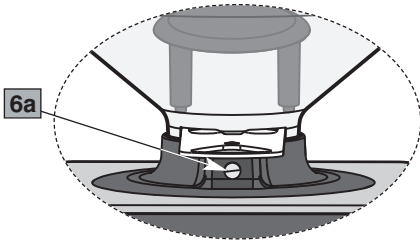
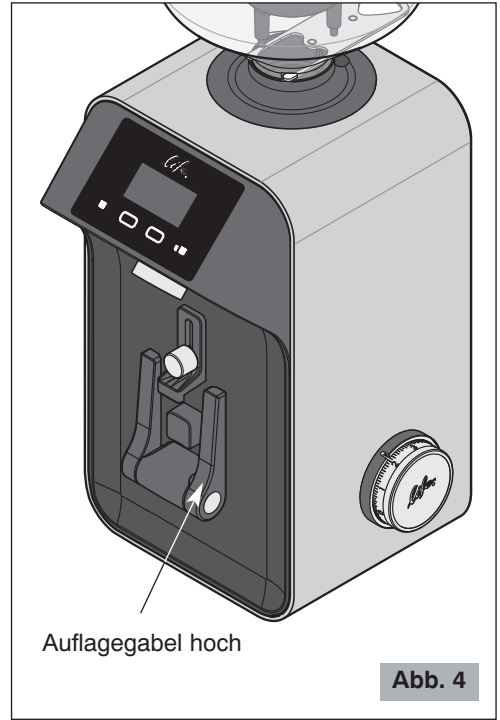
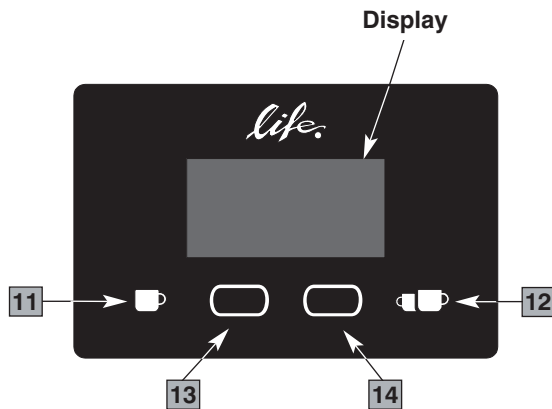

Abb. 3
Abb. 4
Abb. 5
Presser le bouton  (14 Fig. 5) dans l'écran principal pour accéder à l'écran des compteurs (si rien n'est pressé, au bout de trois secondes on revient à l'écran principal).
En continuant d'appuyer sur le bouton  (14 Fig. 5), l'écran affichera successivement les écrans suivants :
**Ne jamais** opérer sans la cloche fixée par la vis appropriée (6a, Détail A Fig. 3).
Hauptkomponenten (Abb. 1, Abb. 2, Abb. 3, Abb. 4, Abb. 5)
5. Sich vergewissern, dass der Kaffeebohnenbehälter korrekt aufsitzt und der Kaffeebohnenbehälterverschluss (8 Abb. 1) vollständig bis zum Anschlag offen ist. Den Kaffeebohnenbehälter mit der Befestigungsschraube, ohne übermäßigen Kraftaufwand, anziehen (6a, Detail A Abb. 3).